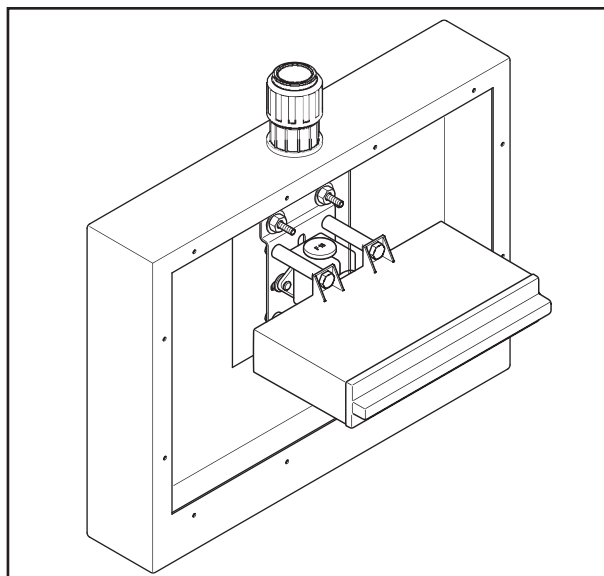

Fig. 6: Förutsättningar för installation
3. Joramark 30227 inbyggnadslåda är öppen (fig. 6).